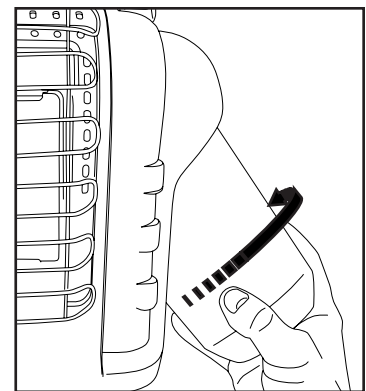

Figure 2 : Attache le réservoir à carburant
DE MICROSILLON dans le sens des aiguilles d'une montre (du fond) dans le chauffage portatif jusqu'à serré-de-mains; (voir figure 2). NE PAS utiliser du produit d'étanchéité pour filetages sur cette liaison
Inspectez visuellement la flamme de la veilleuse et le brûleur régulièrement au cours de l'utilisation. La flamme de la veilleuse doit être bleue, et non jaune, et s'étendra au-delà du thermocouple. La flamme doit entourer le thermocouple juste en-dessous de son extrémité (voir Figure 2, ci-dessous). Il est possible qu'une faible flamme jaune apparaisse là où se rencontrent la flamme veilleuse et la flamme principale du brûleur. Le brûleur doit être orange vif (avec un peu de bleu sur le contour; une brume rouge orangée visible sur le bloc céramique est acceptable) sans flamme apparente. Une flamme bleue qui s'échappe du bloc céramique indique une accumulation de poussière, de fibres ou de toiles d'araignée à l'intérieur du boîtier ou du compartiment du brûleur. Si la flamme veilleuse est jaune ou que le brûleur dégage une flamme visible, un nettoyage s'impose. Respectez la méthode suivante pour inspecter le boîtier et le compartiment du brûleur.
- 8 Inspectez et nettoyez la veilleuse (installée sur le support) à l'aide d'un aspirateur ou injectez de l'air comprimé dans les trous de la veilleuse, indiqués par les flèches de la figure 2, à gauche.